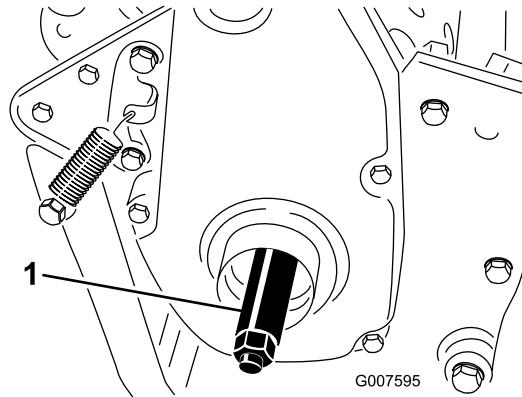

図 7
3. 機体右側にある駆動ブーリのねじ穴に、右側ホイールシャフトを取り付ける図 7。